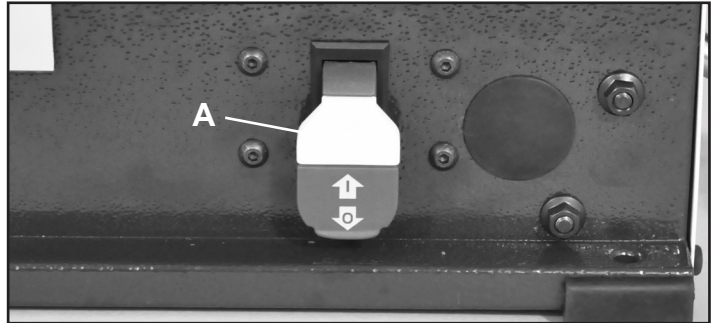

FIG. 12
1. El interruptor de ENCENDIDO / APAGADO (A) se encuentra en la parte frontal de la ensambladora. Para "ENCENDER" la ensambladora, se debe insertar la pestaña de seguridad amarilla (A) en el interruptor. Luego mueva el interruptor hacia arriba para encender la máquina.
2. Para girar la canteadora "APAGADO", mueva el interruptor hacia abajo. FIG 12.